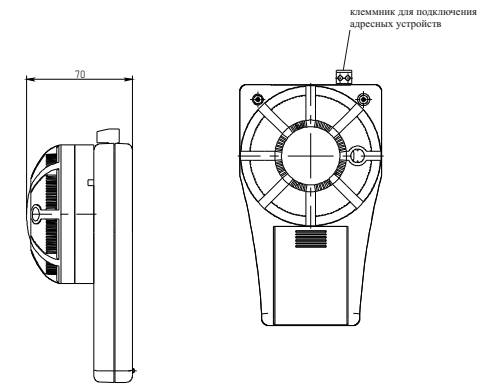

Рисунок 2 – Вид программатора с установленным датчиком
4.2 Для подключения адресных пожарных извещателей в конструкции программатора предусмотрена розетка (см. рисунок 2).
7.1 Заменить элементы питания при появлении сигнала о снижении напряжения питания (5.7). Элементы питания находится под крышкой на задней стороне программатора (рисунок 2).